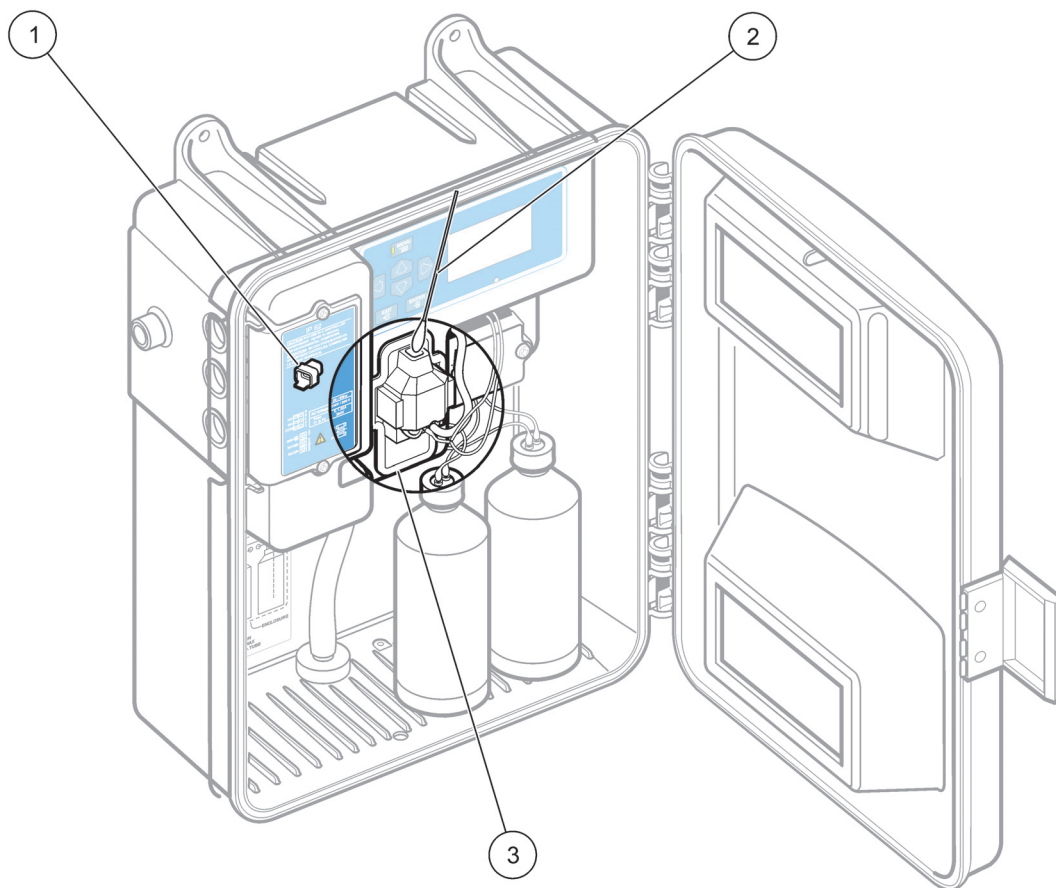

Рисунок 23 Очистка колориметра
8. Вставьте тампон на деревянном или бумажном стержне* в отверстие и перемещайте его вверх и вниз аккуратно счищая налет на внутренних стенках камеры колориметра. Очистите магнит для перемешивания ватным тампоном (Рисунок 23).